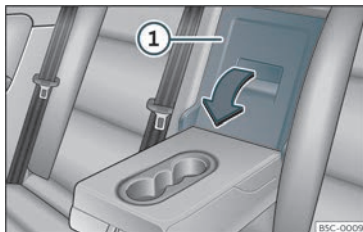

Fig. 119 No encosto do banco traseiro: abertura da portinhola.
- Puxe a alavanca de desbloqueio no sentido da seta e rebata completamente a tampa >>> **Fig. 119** ① para a frente.